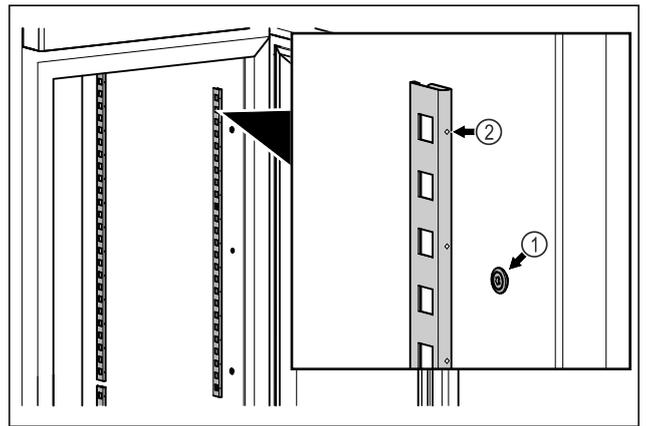

Fig. 79 Immagine a titolo di esempio
► Agganciare le barre di arresto in sospensione Fig. 79 (1). Il contrassegno Fig. 79 (2) deve essere rivolto in avanti.